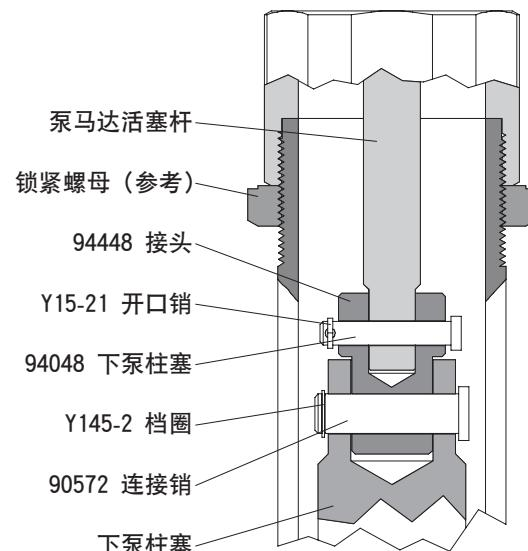

图 2
- 松开(90571)锁紧螺母，将整台泵从气动马达上旋开。这将使(94448)接头露出(见图2)。